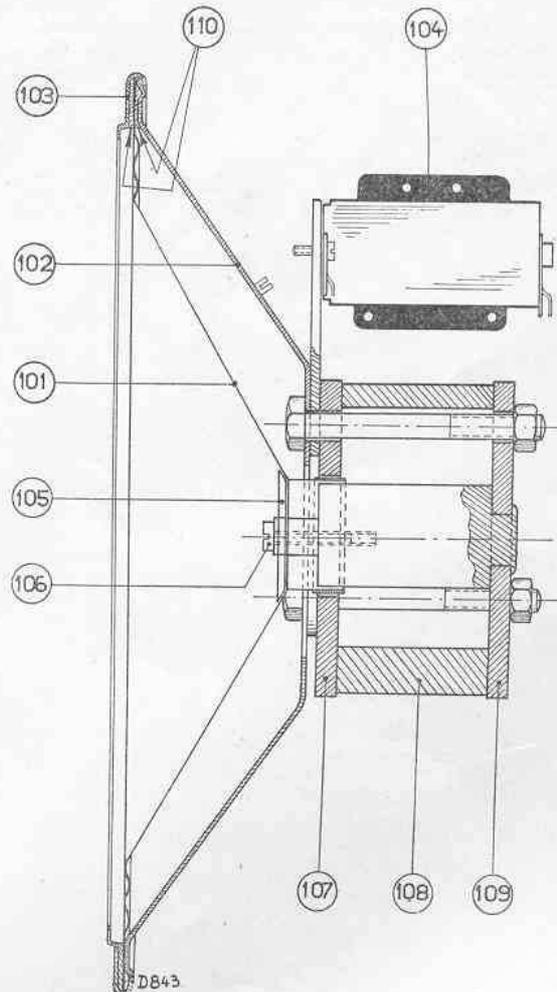

Fig. 8
2. Faire attention à ce que la plaque antérieure et postérieure (fig. 8 rep. 107 et rep. 109) ne